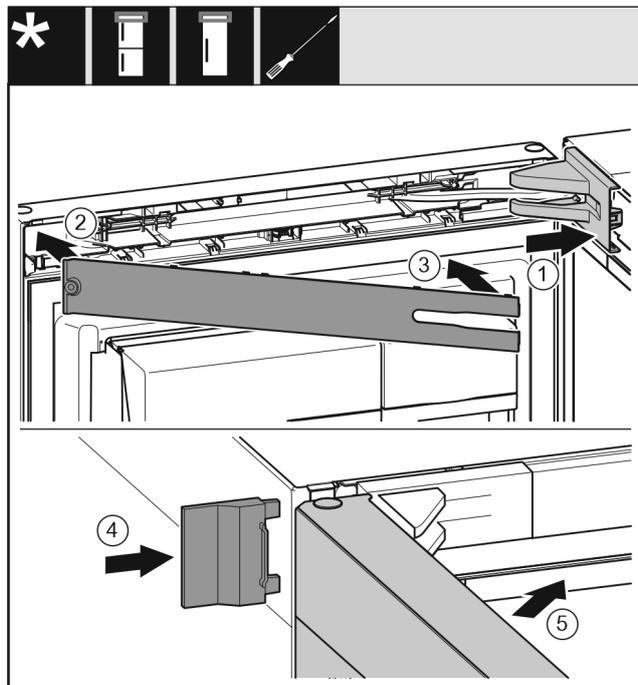

Fig. 53
- ▶ Applicare e innestare la copertura del blocco di supporto Fig. 53 (1), eventualmente staccarle l'una dall'altra con cautela.
- ▶ Applicare la maschera Fig. 53 (2).
- ▶ Maschera Fig. 53 (3)
- ▶ Applicare la copertura esterna Fig. 53 (4).
- ▶ Chiudere la porta superiore Fig. 53 (5).